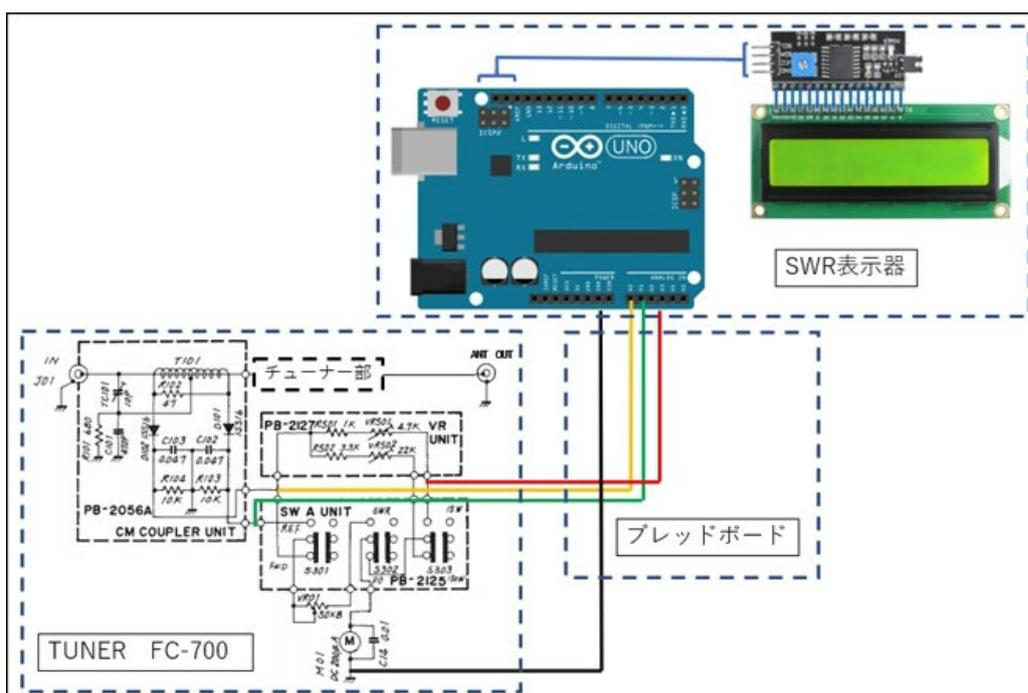

図 2 SWR 表示器の構成と接続図
SWR 表示器の構成と接続図を図 2 に示します。SWR 値や出力電力を表示するために液晶表示器(LCD)を使いました。部品箱に LCD 用の I2C インターフェースがありましたので LCD とこれをブレッドボードで接続して使用することにしました。
Arduino の AD 変換部を使って SWR や電力を求めるために、事前に簡単なプログラム(リスト 1)を作成して、電圧と電力の関係やデータ変動についてチェックをおこないました。チューナと SWR 表示器との接続は図 2 のように Arduino と I2C ボード、LCD をワイヤー線で接続しました。またチューナの端子①、端子②、端子③にミノムシクリップを使用して簡易的に接続し、そのミノムシクリップの反対側はブレッドボード経由で Arduino と接続できました。この状態で次のリスト 1 に示すプログラムを使用してつぎの項目のチェックをおこないました。